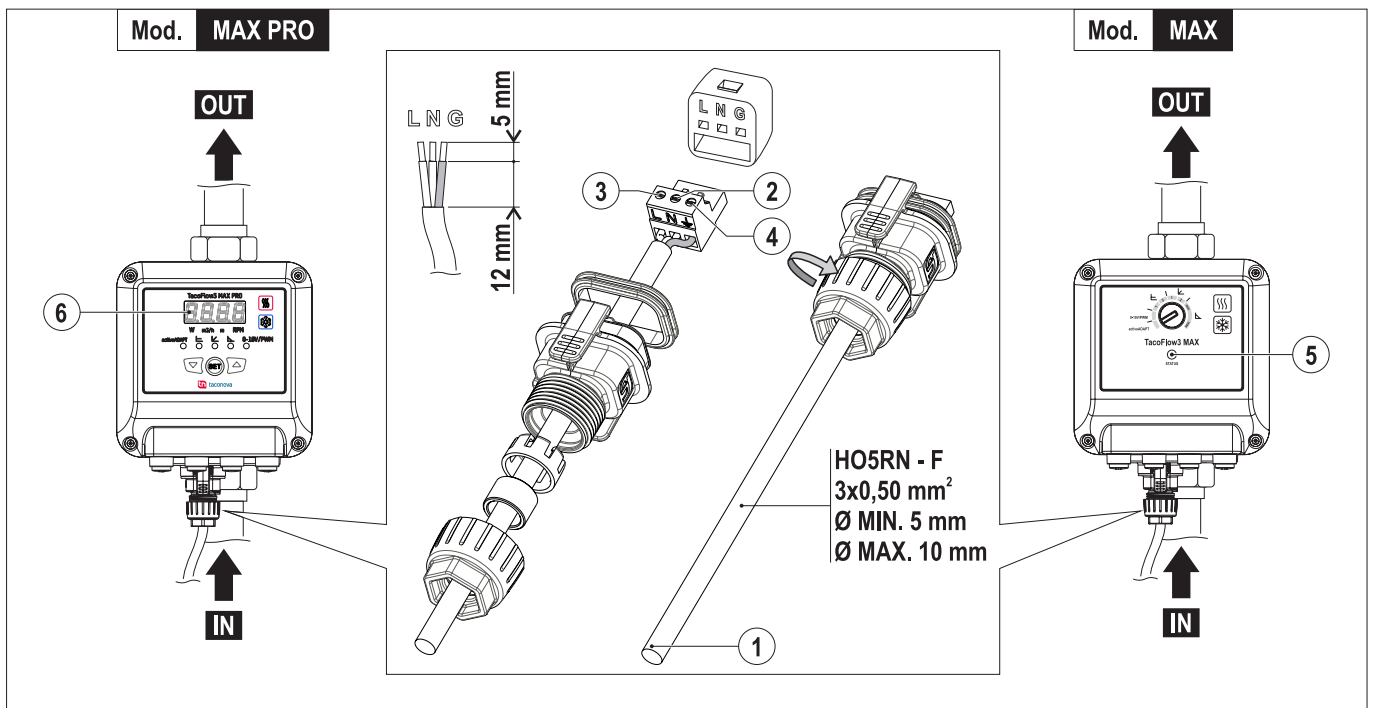

FIG. 10 (Collegamento alla fonte di energia elettrica)
È OBBLIGATORIO UTILIZZARE UN CAVO IDONEO ALLE CARATTERISTICHE ELETTRICHE RICHIESTE (**FIG. 10 - RIF. 1**).
- 1) Utilizzare un cavo (**FIG. 10 - Rif. 1**) con le caratteristiche riportate in **FIG. 10**
- 2) Collegare il filo colore blu (neutro) al morsetto N (**FIG. 10 - Rif. 2**)
- 3) Collegare il filo colore nero o marrone (fase) al morsetto L (**FIG. 10 - Rif. 3**)
- 4) Collegare il filo colore giallo/verde (terra) al morsetto G (**FIG. 10 - Rif. 4**)
- 9) Abilitare la tensione e verificare il collegamento tramite l'accensione del LED (**FIG. 10 - Rif. 5**) sul **mod. MAX** e l'accensione del display (**FIG. 10 - Rif. 6**) sul **mod. MAX PRO**